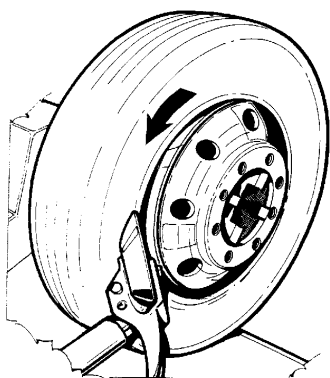
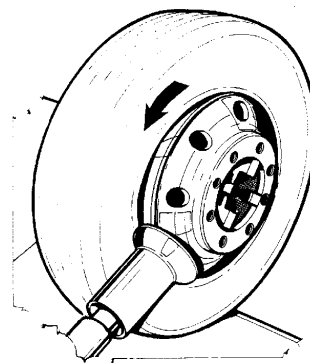

Fig.19
Fig.20
2. Positionner le disque détalonneur ou le galet tubeless (option) comme montré sur la Fig. 19 et la Fig.20.